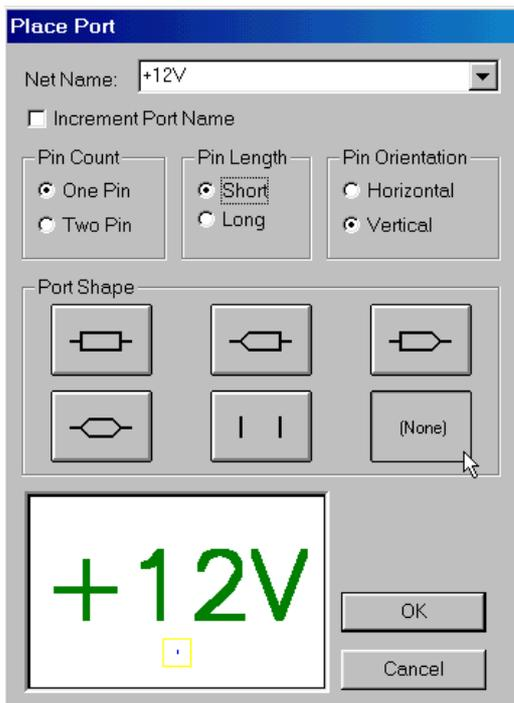

Рис. 6-13. Установка свойств порта
2) На панели **Place/Port** в окне ввода имени цепи *Net Name* наберите **+12V** (см. рис. 6-13).